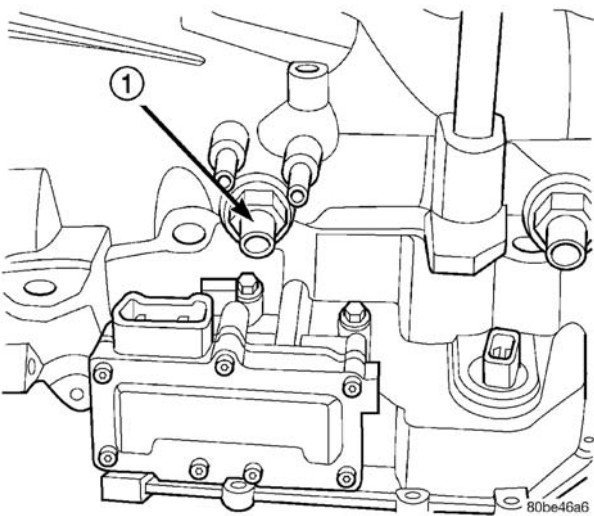

图 320 输入（涡轮）速度传感器
- (1) 断开蓄电池负极电缆
- (2) 如需要，断开并拆下变速器油冷却器管。
- (3) 断开输入速度传感器插接器。
- (4) 拧下螺钉和拆下输入速度传感器（图 320）。
- (5) 检查速度传感器 O 形圈（321）并在需要时更换。